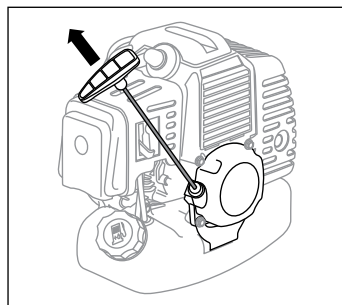

рис. 6
6. Придерживая мотобур, плавно потяните рукоятку стартера до момента зацепления в механизме стартера. После появления сопротивления энергично вытяните шнур на 50–60 см (рис. 6). Во избежание повреждения корпуса стартера не бросайте рукоятку стартера, плавно верните ее в исходное положение. Повторите данные действия до появления первой вспышки.